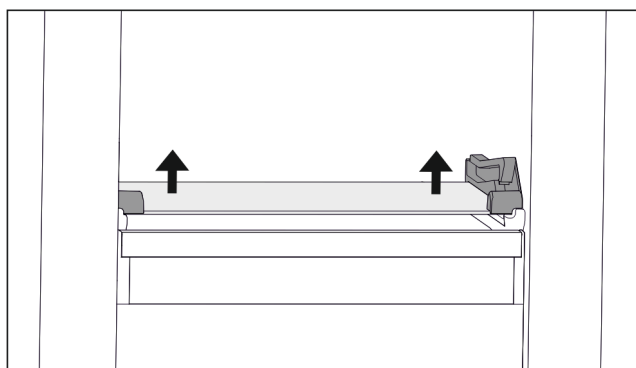

Fig. 61 Płyta szklana szuflady odchylanej
- ▶ Docisnąć płytę szklaną od dołu do góry po obu stronach. (patrz Fig. 61)